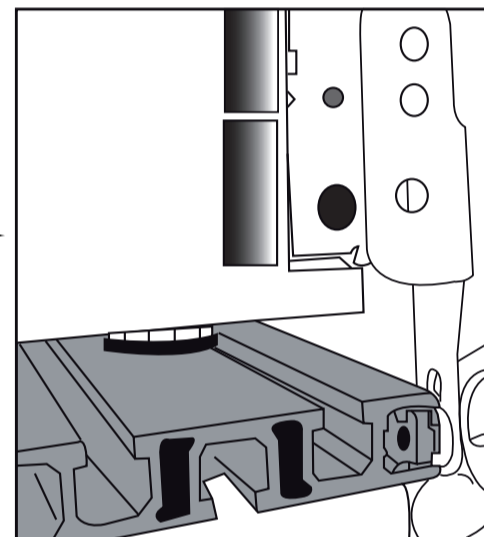

Figura 13
Assemblare la Copertura Posteriore (5b) con dado (3) e vite (7) sul Profilo di Supporto (1) come sulla figura. (Figura 13)